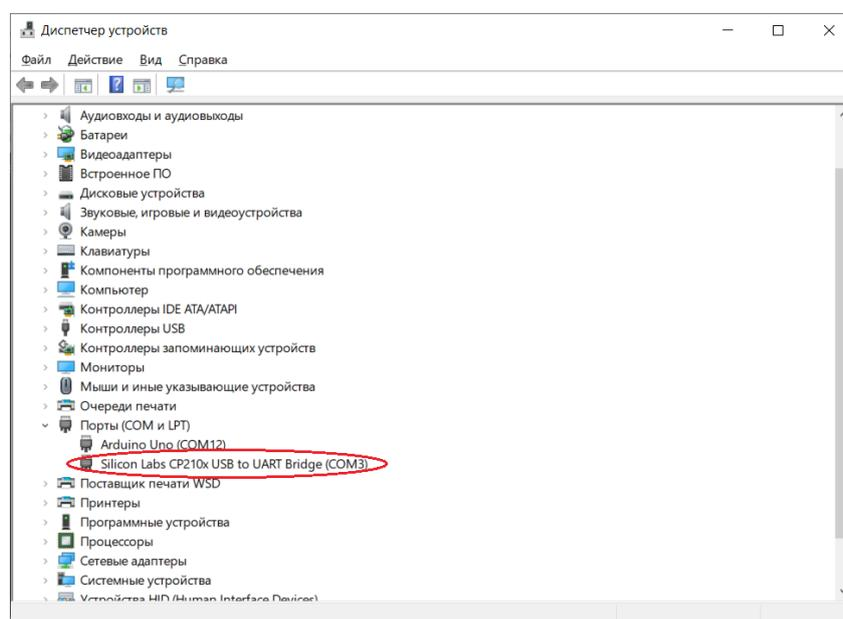
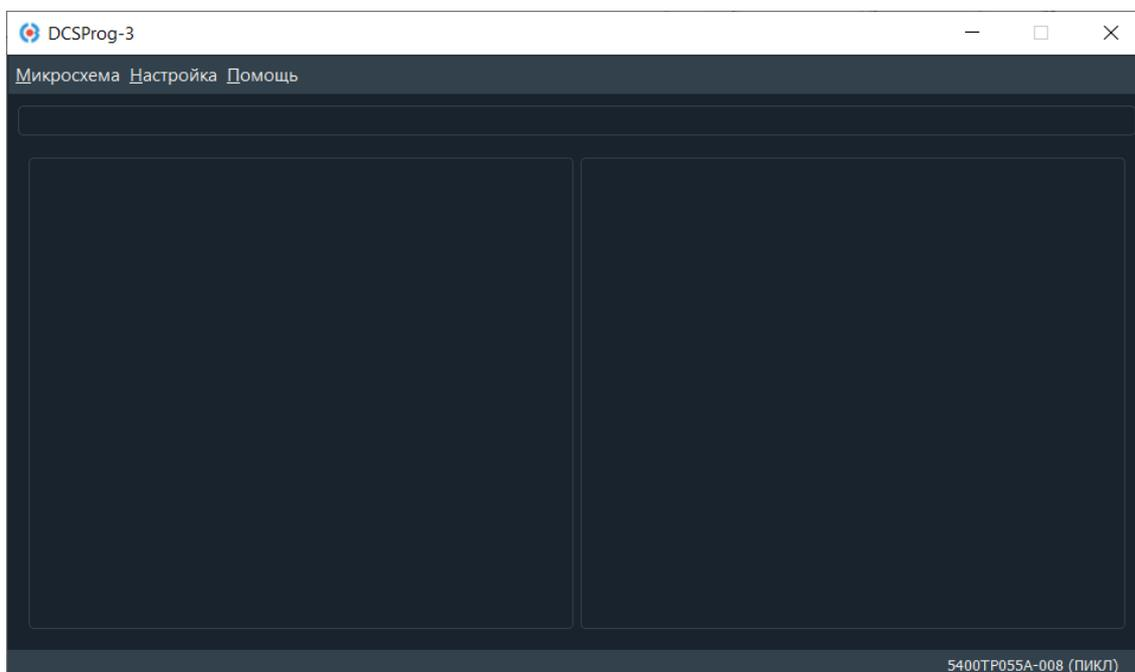
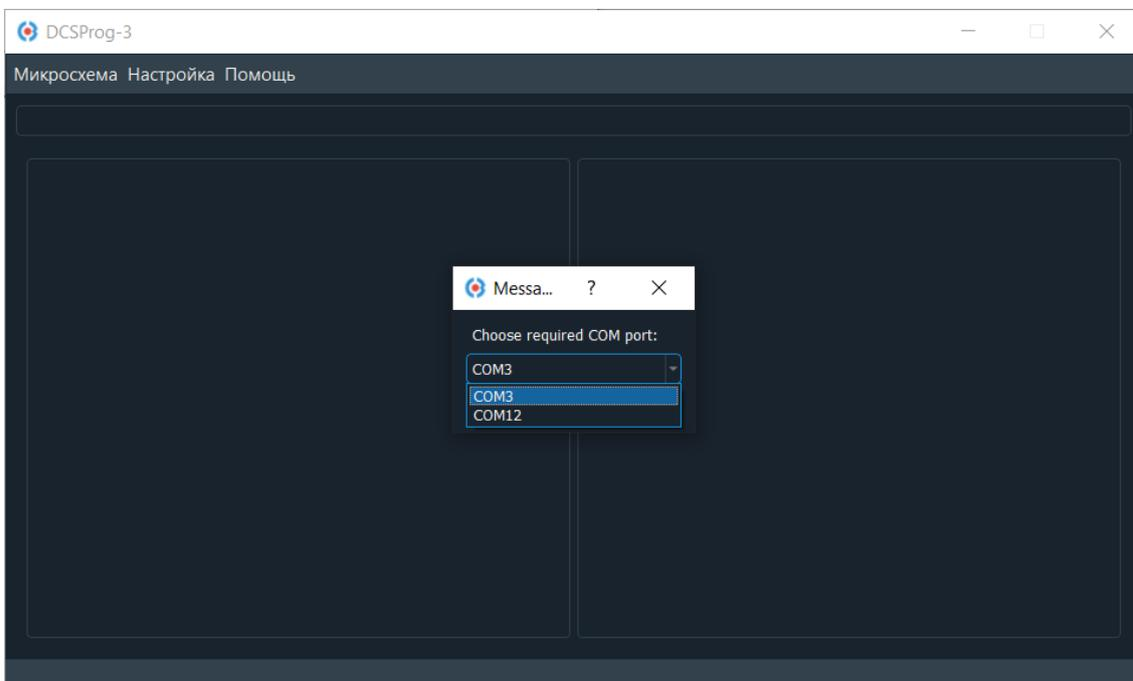

Рисунок 1. Диспетчер устройств
Рисунок 5. Внешний вид программы DCSProg-3
Рисунок 7. Выбор COM-порта в DCSProg-3
Во вкладке «Порты (COM и LPT)» можно посмотреть какой COM-порт соответствует программатору DCSProg-3 (Рисунок 1).
6. В диалоговом окне выберите COM-порт, который соответствует программатору DCSProg-3 (Рисунок 7) и нажмите «ОК». COM-порт, который соответствует программатору DCSProg-3 можно посмотреть в «диспетчере устройств» (Рисунок 1). Далее должна произойти автоматическая идентификация платы в правом нижнем углу программы (Рисунок 5).